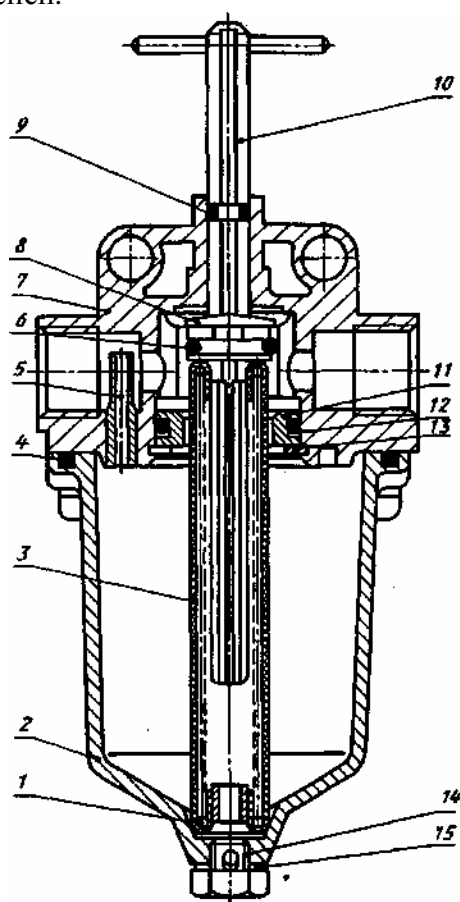

Рис. 54 Предохранитель от замерзания
5. ПРЕДОХРАНИТЕЛЬ ОТ ЗАМЕРЗАНИЯ (рис. 54)
При включенном предохранителе (**тяги 10 находится в верхнем положении**) воздух, нагнетаемый компрессором в пневмосистему экскаватора, обдувает смоченный спиртом фитиль 3 (рис. 54) и уносит пары спирта в систему. Спирт отбирает из воздуха влагу и превращает ее в незамерзающий конденсат. Тяга должна находиться в верхнем положении при температуре окружающего воздуха ниже +5°C.